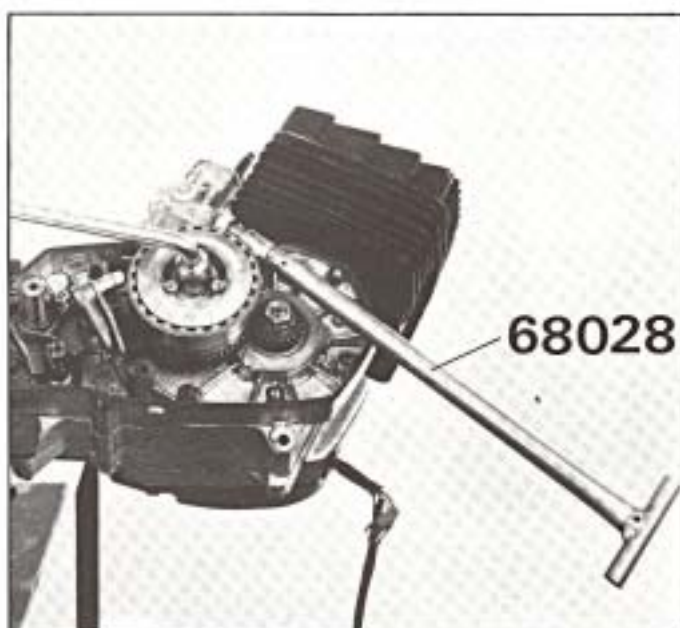

Fig. 13
- Desserrer celle-ci (figure 13) et sortir l'embrayage dans son ensemble ainsi que le pignon moteur.